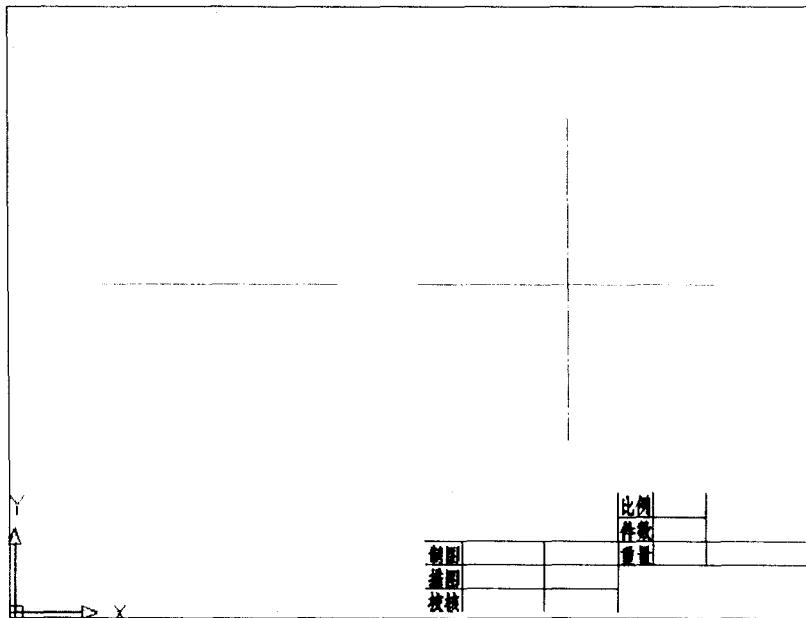

图 1-2
Step 2 图形布局。选择中心线图层（05 层），单击 $\overline{\text{直线}}$ 按钮，在图框中作直线，如图 1-2 所示。